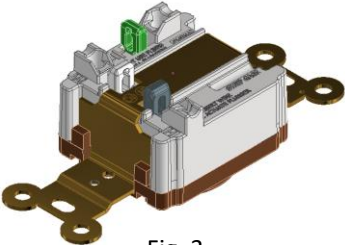

Fig. 3
• À la Fig. 3, les poussoirs sont en position "vers le bas". À cette position, il est impossible d'insérer les fils.